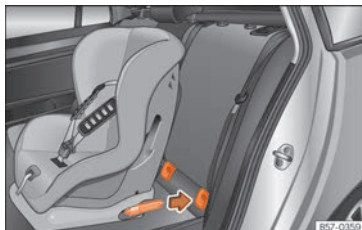

Abb. 27 Rücksitz: Einbau des Kindersitzes mit dem ISOFIX-System.
- Stecken Sie den Kindersitz auf die „ISOFIX/iSize“-Halteösen, bis der Kindersitz hörbar einrastet »» **Abb. 27**. Wenn der Kindersitz über eine Top Tether Befestigung verfügt, befestigen Sie ihn an der entsprechenden Öse »» **Seite 39**. Befolgen Sie die Anweisungen des Kindersitzherstellers.